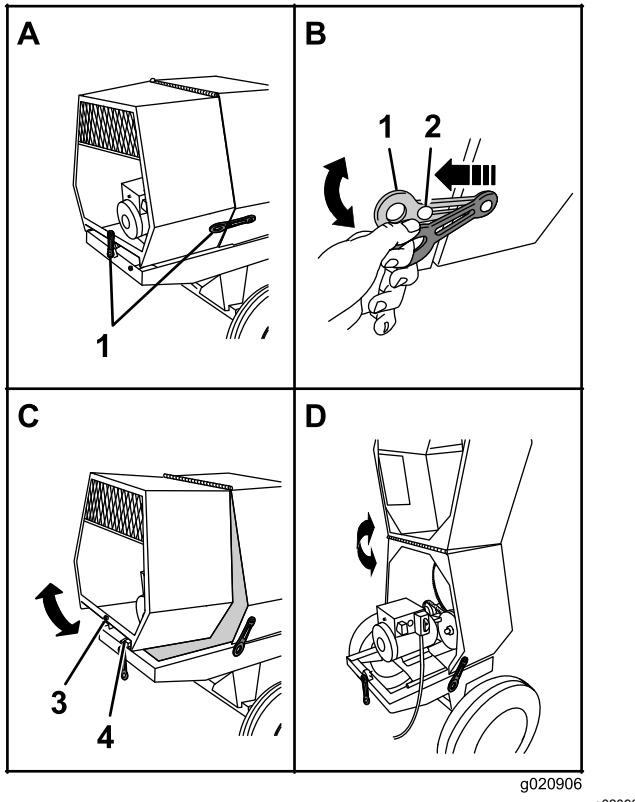

Figura 24
1. En el lado de la máquina, en la unión entre la cubierta delantera y la trasera, agarre el cierre y desengáncelo del anclaje de la cubierta trasera (Figura 24).
3. En la parte trasera de la máquina donde la cubierta trasera se une al bastidor de la máquina, agarre el cierre y desengáncelo del anclaje de la cubierta (Figura 24).
4. Gire la cubierta trasera hacia arriba y hacia adelante hasta que quede colocada sobre la cubierta delantera (Figura 24).
1. Gire la cubierta trasera hacia atrás y hacia abajo hasta que el alojamiento situado en el centro del borde inferior esté alineado con el perfil en V y enrasado con el bastidor de la máquina (Figura 24).
4. Repita el paso 3 en el otro lado de la máquina (Figura 24).